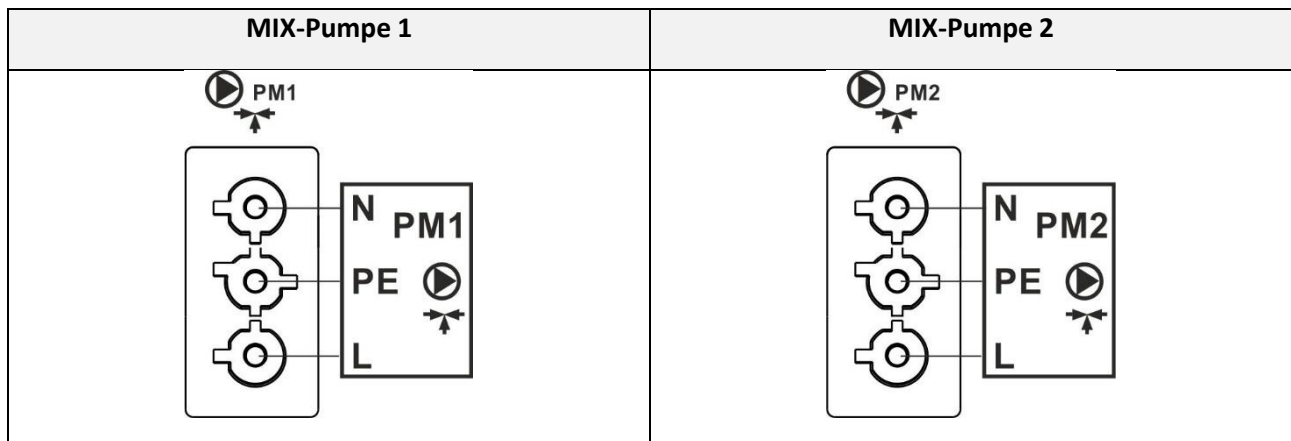

Abbildung 22: Schaltplan der MIX-Pumpen
- Schließen Sie die MIX-Pumpe über den Anschluss oben auf der Schalttafel an das Steuergerät an (siehe Abbildung 22), entsprechend der technischen Dokumentation des Pumpenherstellers.